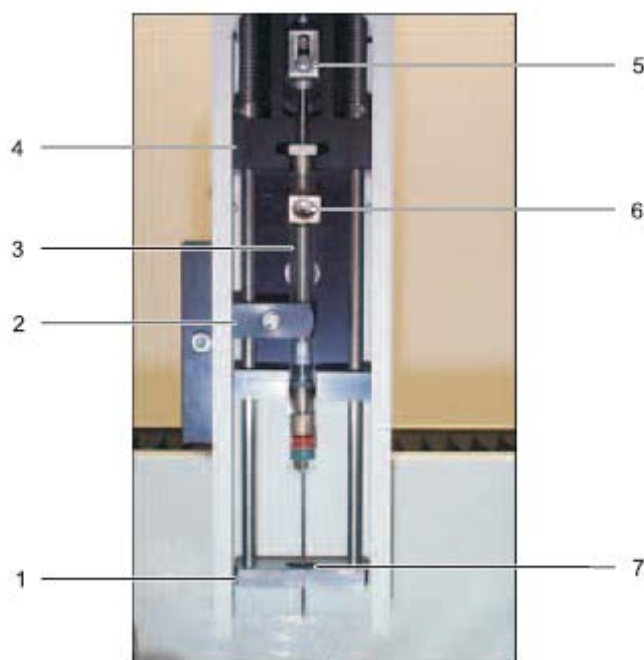

图89 注射器固定装置
3. 将注射器安置在注射器基座 (如图 89)。用锁定柄固定注射器的针筒，用锁定螺丝固定活塞。